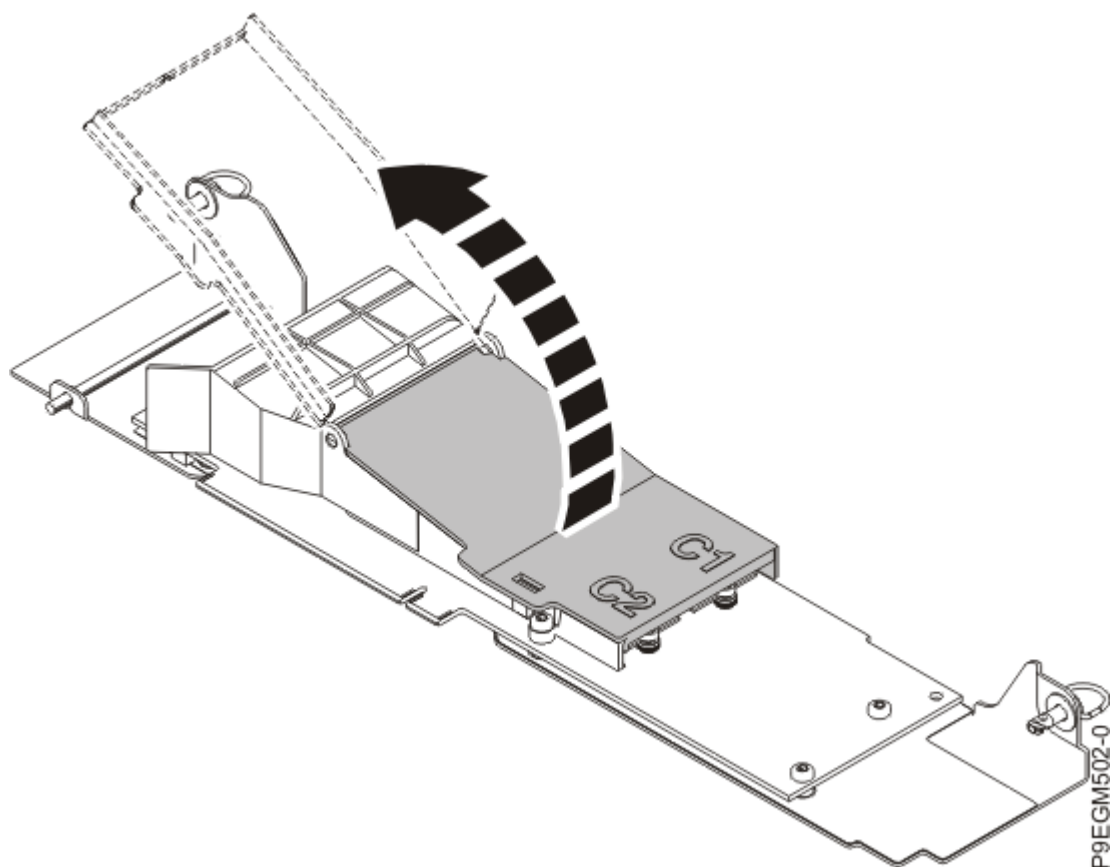

Figura 15. Levantar a tampa da placa portadora NVMe M.2
- a) Levante a tampa preta da placa portadora NVMe M.2 ao puxar para cima perto da patilha para levantar, conforme demonstrado em Figura 15 na página 21.